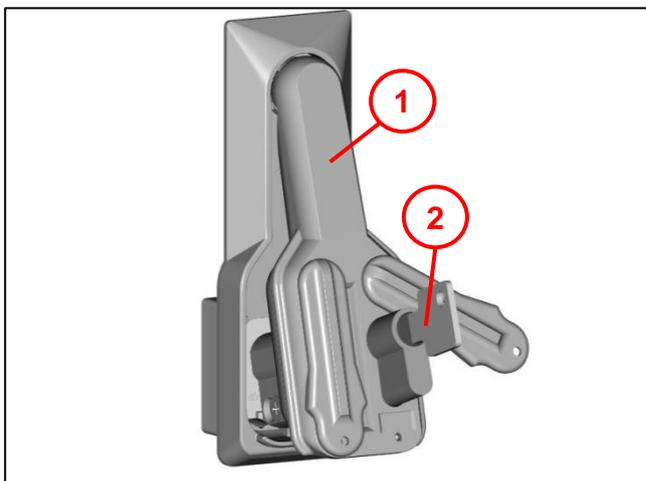

Abb. 37
- Bei geöffnetem Schloss, die Transportsicherung (1) nach hinten herausziehen.
- Schraube M5x20mm (2) entnehmen.
- Weiter bei Abb. 37.